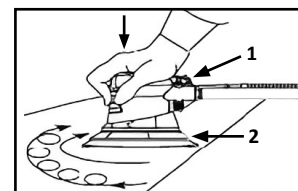

Fig. 5
3. Premere il grilletto (1) e muovere la levigatrice pneumatica (2) con un movimento oscillante per ottenere una finitura più liscia sul pezzo. (Fig. 5)